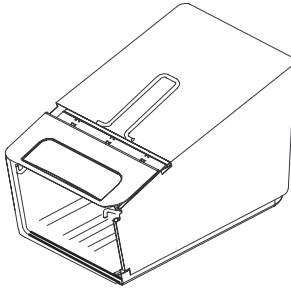

Bild 6
- Achten Sie darauf, dass sich die Seiten der Grasfangkorbunterseite **innen** am Korbrahmen befinden, siehe Bild 6.